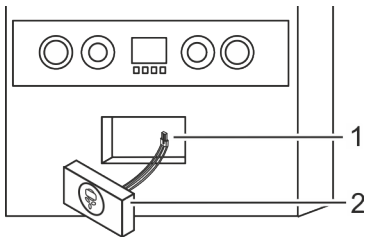

Abb. 5: Aktor (Empfänger) einbauen
- Den montierten Aktor (Empfänger) (Abb. 5/1) in den Boiler einbauen.